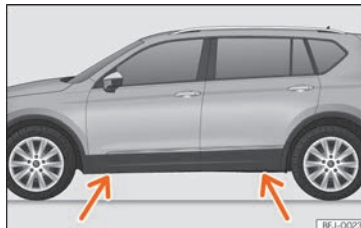

Fig. 37 Pontos de apoio do macaco.
- Procure na longarina a marca do ponto de apoio do macaco (zona afundada) mais próximo da roda a substituir »» Fig. 37.